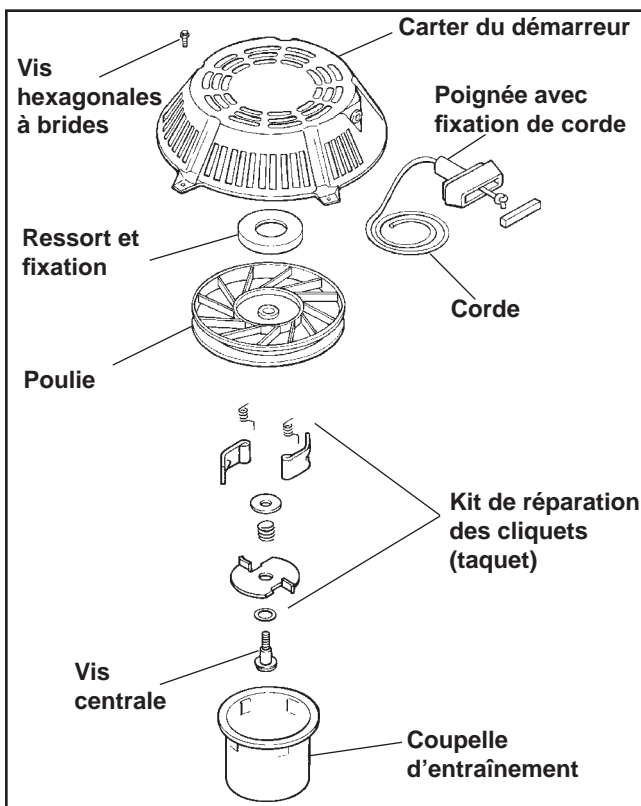

Figure 7-1. Démarrateur rétractable - Plan éclaté.
- Remplacer tous les composants usés ou abîmés. Utiliser uniquement des pièces de rechange d'origine Kohler comme spécifié dans le manuel des pièces. Tous les composants de la figure 7-1 sont disponibles comme pièces de rechange. Ne pas utiliser de pièces non standard.